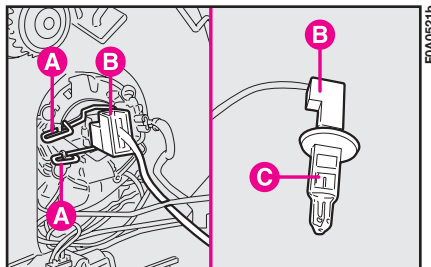

fig. 19
2) Sganciare la molletta **A-fig. 19**, sfilare il connettore **B** ed estrarre la lampada **C**.